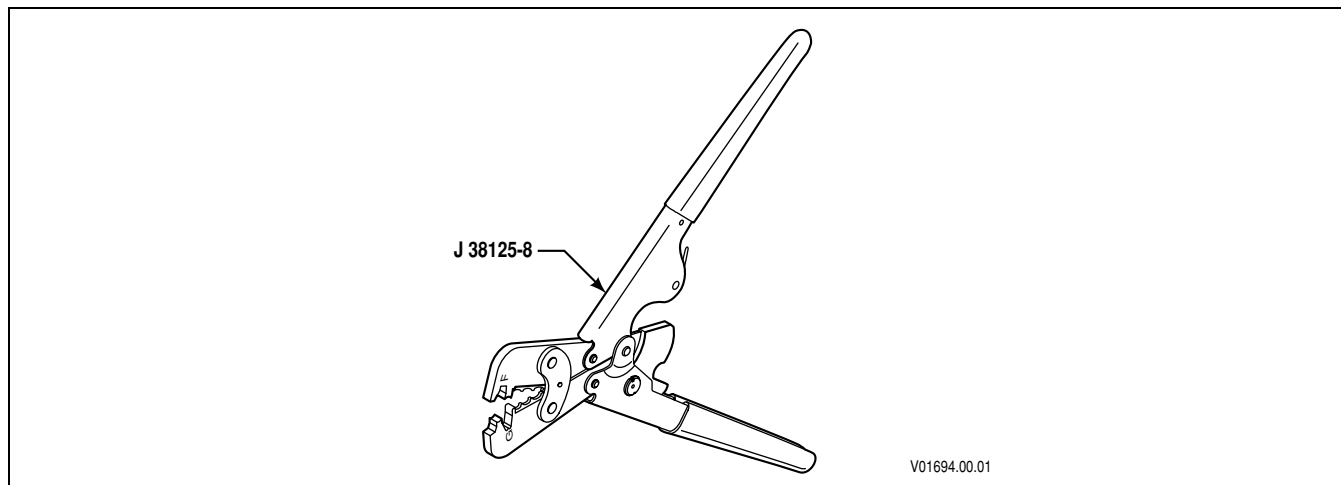

Figure E-10. Sertisseur J 38125-8
- Outil de sertissage pour bornes et connecteurs pré-isolés J 38125-8 (Figure E-10)